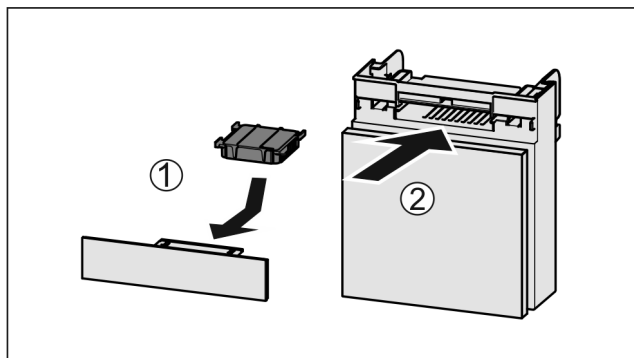

Fig. 114
- Filtr s aktivním uhlím vložte podle vyobrazení Fig. 114 (1).
- Zásuvku zasuňte Fig. 114 (2).